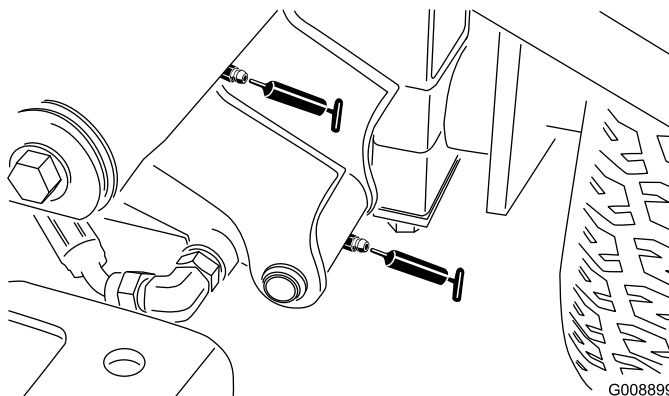

Figura 52
- Articulação do braço de elevação dianteiro esquerdo e cilindro de elevação (2) (Figura 52)